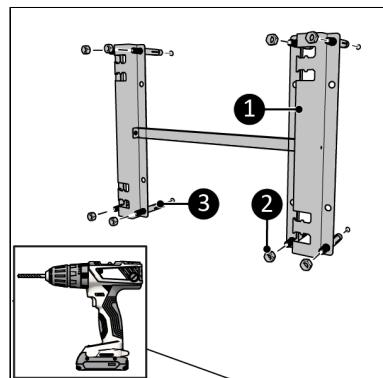

Abbildung 55.
1. Platzieren Sie die Halterung mit den Halterungsöffnungen nach links an die Wand und markieren Sie die acht Löcher (Abbildung 55).
3. Platzieren Sie die Ankerbolzen (Abbildung 55, Pos. 3).
4. Befestigen Sie die Wandhalterung (Abbildung 55, Pos. 1) mit den acht Muttern (Abbildung 55, Pos. 2) an der Wand.